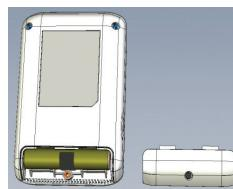
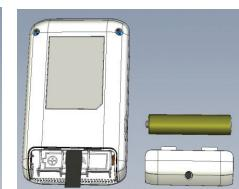

Fig. 1a
Fig. 1b
- Skru dækslet til batterirummet bag på enheden af, og fjern det for at indsætte/udskifte batteriet (Fig. 1a). Fjern det gamle batteri (hvis der er et) med den inddbyggede strimmel. Indsæt det nye batteri ifølge polaritetsindikationerne, der er afdækket i batterirummet, (Fig. 1b), sæt dækslet på igen og spænd skruen.